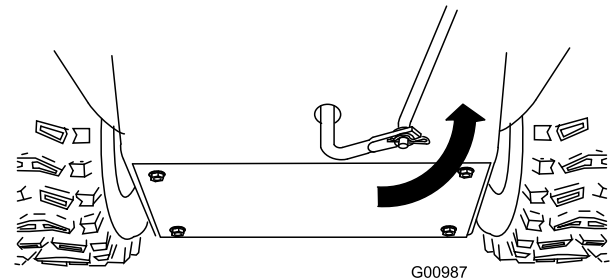

Figura 12
- Gire el brazo de acoplamiento inferior hacia arriba del todo (en sentido antihorario) (Figura 12).